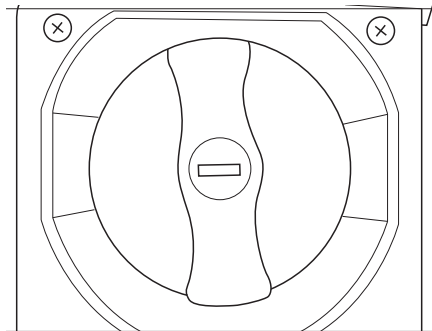

Bild 72 Einfüllöffnung Frischwassertank
- Den Frischwassertank mit geeignetem Einfüllschlauch oder Kanister über die Einfüllöffnung befüllen (Bild 72).